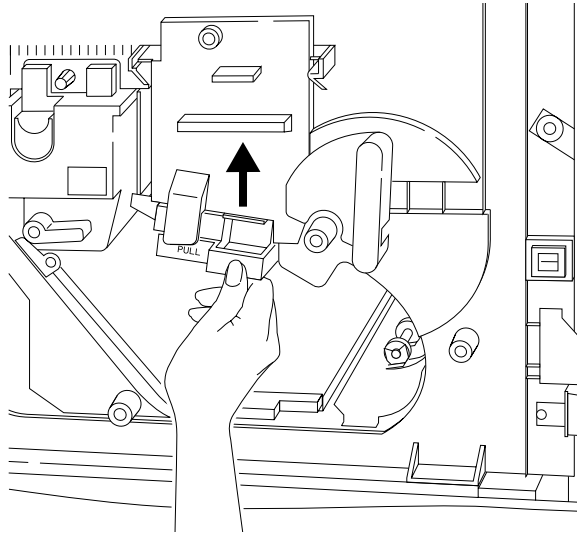

Abbildung 3-42 Auswechseln der Übertragungseinheit
10. Heben Sie die Übertragungseinheit an, bis sie einrastet (siehe Abbildung 3-42), und schließen Sie die Frontklappe.